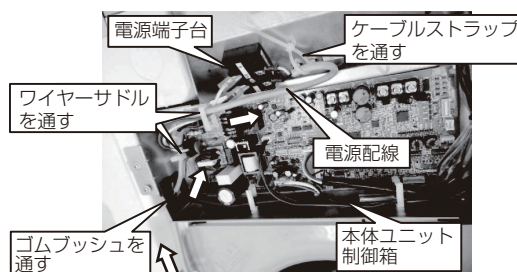

図3-3
- 4) 本体ユニットの制御箱カバーを外して自動昇降パネルの制御箱から出ている電源配線を（図3-3）のように所定の経路に通します。